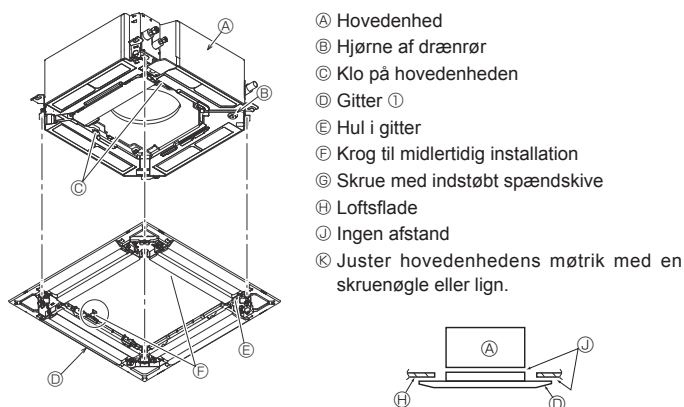

Fig. 9-6
### 9.4.2. Midlertidig installation af gitteret (Fig. 9-6)
- Fastgør gitteret på hovedenheden ved at spænde de præinstallerede skruer. (Fig. 9-6)
Kontroller, at der ikke er mellemrum mellem hovedenheden og gitteret eller mellem gitteret og loftsfladen. (Fig. 9-6)